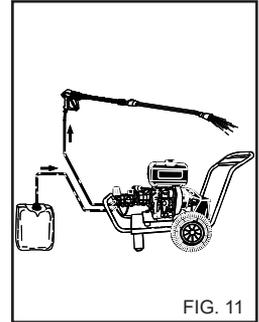

FIG. 11
1) Après l'emploi avec du détergent, rincer le circuit d'aspiration ; enfilez le tuyau d'aspiration (fig. 11) du détergent dans un bidon d'eau propre et faire fonctionner la pompe pendant 1 minute avec le robinet de dosage complètement ouvert et la lance en phase de sortie du détergent.
4) Après l'emploi avec du détergent, rincer le circuit d'aspiration; enfilier le tuyau d'aspiration (fig. 11) du détergent dans un bidon d'eau propre et faire fonctionner la pompe pendant 1 minute avec le robinet de dosage complètement ouvert et la lance en phase de sortie du détergent.